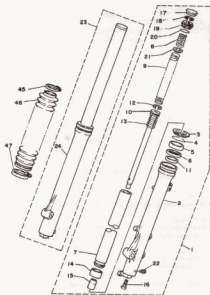

Bild 180
Alle im folgenden Text erwähnten Teilenummern beziehen sich auf Bild 180. Vor Beginn der Arbeit sollte dieses Kapitel bis zum letzten Arbeitsschritt durchgelesen worden sein, um Fehlern vorbeugen zu können.
Anzugsdrehmoment 20 Nm, vergleiche Teil 16 in Bild 180.
- 1 Gleitbuchse, Teil 11 in Bild 180
- 1 Gabelstandrohr, Teil 7 in Bild 180
- 3 Wellendichtring, Teil 5 in Bild 180
- 5 Distanzring, Teil 6 in Bild 180
- 6 Gabelgleitrohr, Teil 2 oder 24 in Bild 180
- 2 Staubdichtung, Teil 3 in Bild 180
- 3 Federstahlschlip, Teil 4 in Bild 180